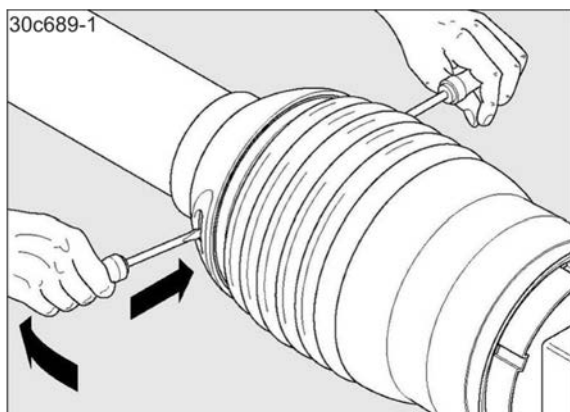

Fig. 90
- 2.1 Aktivér trykknapperne med to brede skruetrækkere. Fig. 90